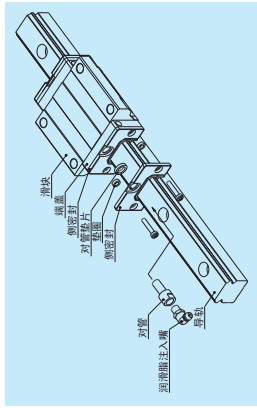

图 14 双密封
(3) 双密封
- 对标准完成品追加安装时，请利用在表 14 中所表示的双密封组件(图 14)。
- 将双密封安装后，再把润滑脂注入嘴安装到端盖上时，需要如图 14 所示的对管。